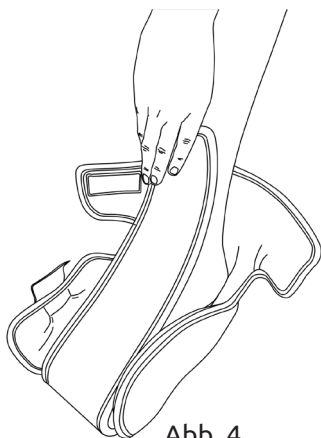

Abb. 4
2. Öffnen Sie den Textil-Innenschuh und legen Sie die Lasche entlang des Fußspanns (Abb. 4)
3. Öffnen Sie den Textil-Innenschuh und legen Sie die Lasche entlang des Fußspanns (Abb. 4)